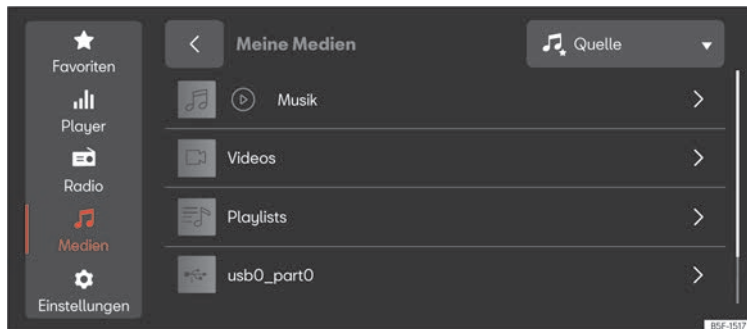

Abb. 174 Schematische Darstellung: Ansicht Medien.
- Drücken Sie **MENÜ** > > > (Abb. 174).